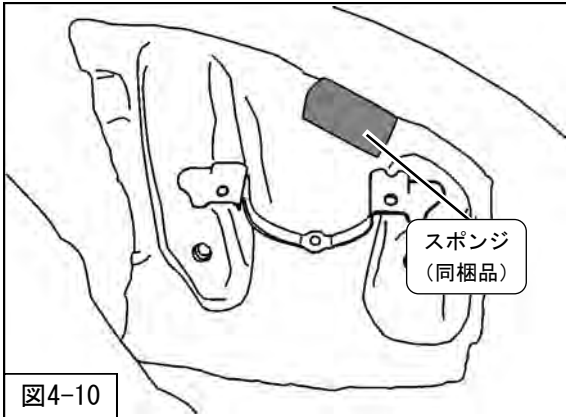

図4-10
15. 減衰力調整ケーブルとホイールハウスが干渉するためスポンジ (同梱品) を50mmに切り、ホイールハウスに貼り付けてください。(図4-10)